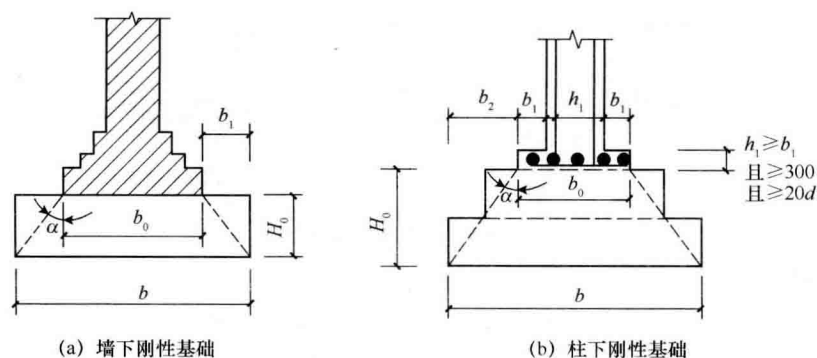

图 1-9 刚性基础图
实例一 刚性基础图 (图 1-9)
- (1) 刚性基础可分为墙下刚性基础和柱下刚性基础，如图 1-9 所示。
- (2) 刚性基础抗压性好，抗弯、抗拉、抗剪性及整体性差，适用于一般民用建筑和墙承重的轻型厂房。